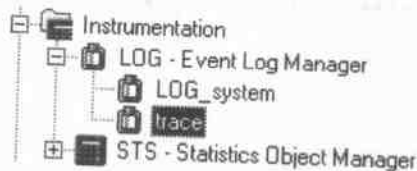

图 7.12 新创建的 LOG 对象
- (3) 右击 LOG - Event Log Manager,在弹出的菜单中选择 Insert Log,此时创建一个被称为 LOG0 的 LOG 对象。
- (4) 右击 LOG0 对象,在弹出的菜单中选择 Rename,将对象更名为 trace,如图 7.12 所示。